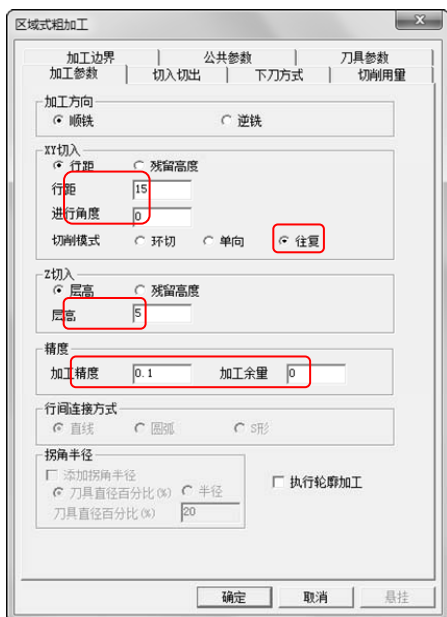

图 2-8 “加工参数”选项卡
1) 单击“加工参数”选项卡, 设置“加工方向”为“顺铣”, “XY 切入”为“行距”, “切削模式”为“往复”, “Z 切入”为“层高”, 具体参数数值如图 2-8 所示。